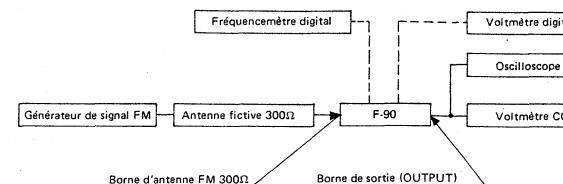

Fig. 11-2 Schéma de branchement pour le réglage multiplex
- Effectuer les branchements comme indiqué sur la Fig. 11-2.
- Placer le commutateur FM en position marche (ON), le commutateur de limitation de fréquences moyennes FM (FM IF-BAND NARROW) en position arrêt (LARGE) (OFF WIDE), le commutateur MONO/SILENCIEUX/ARRÊT (MONO/MUTE/OFF) en position marche (ON), et le commutateur de vérification de niveau d'enregistrement (REC LEVEL CHECK) en position arrêt (OFF).